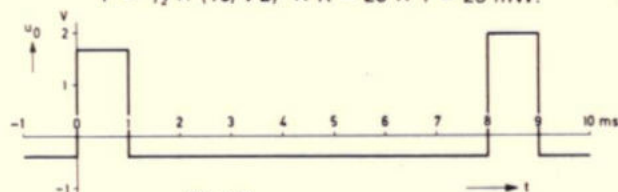

Fig. 27.
c. De condensator blokkeert de gelijkspanningscomponent. Het uitgangssignaal verloopt daarom volgens fig. 27. De gemiddelde waarde is nul; het oppervlak van het positieve gedeelte van de grafiek is gelijk aan dat van het negatieve gedeelte:  $1 \times 1^3/4 = 7 \times 1/4$ .